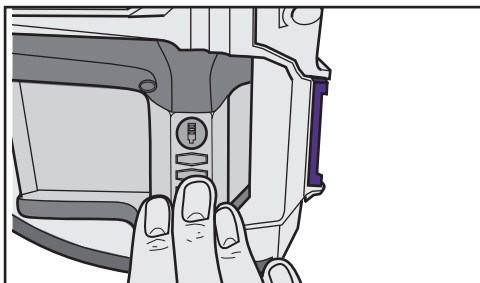

Figure Z2
- Push the battery into the vacuum to ensure it is fully seated (Figure Z2). If the battery is pulled before pressing the ejection button, it could become difficult to remove.
- Empuje la batería hacia el interior de la aspiradora para asegurarse de que esté completamente asentada (Figura Z2). Si se jala la batería antes de presionar el botón de eyección, podría ser difícil retirarla.
- Poussez le bloc-piles dans l'aspirateur pour vous assurer qu'il est bien en place (Figure Z2). Si le bloc-piles est tiré avant d'appuyer sur le bouton d'éjection, il risque d'être difficile à retirer.